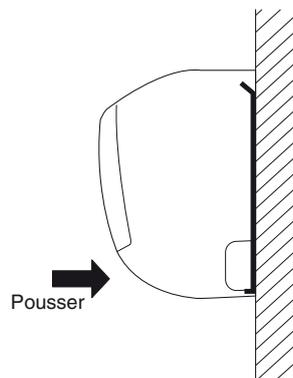

Fig. 3-22
- (1) Pour installer l'unité intérieure, la positionner sur les 3 languettes se trouvant sur la partie supérieure de la plaque arrière.
- (2) Maintenir la sortie d'évacuation de l'air et enfoncer la partie inférieure de l'unité intérieure jusqu'au déclic pour la fixer solidement aux 2 languettes sur la partie inférieure de la plaque arrière. (Fig. 3-22)